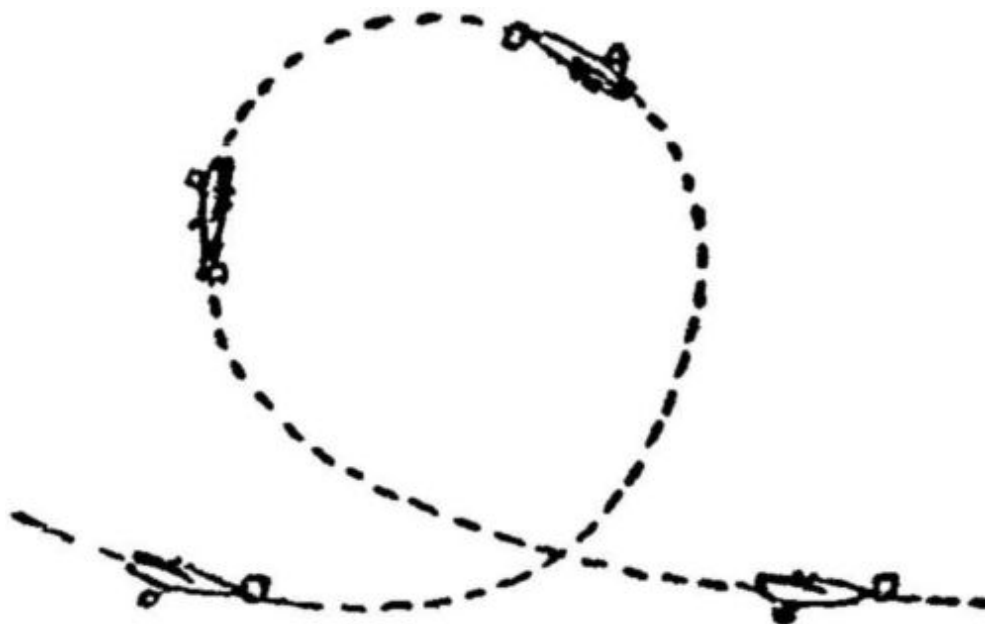

Рис. 33. *Петля (мертвая петля).*
*Петля* (рис. 33) делается так: летчик разгоняет машину, а затем, действуя рулями (главным образом рулем глубины), задирает самолет «свечкой», пока машина не опишет петлю.